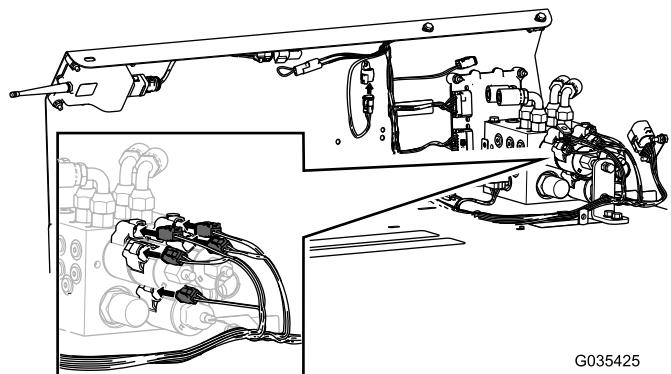
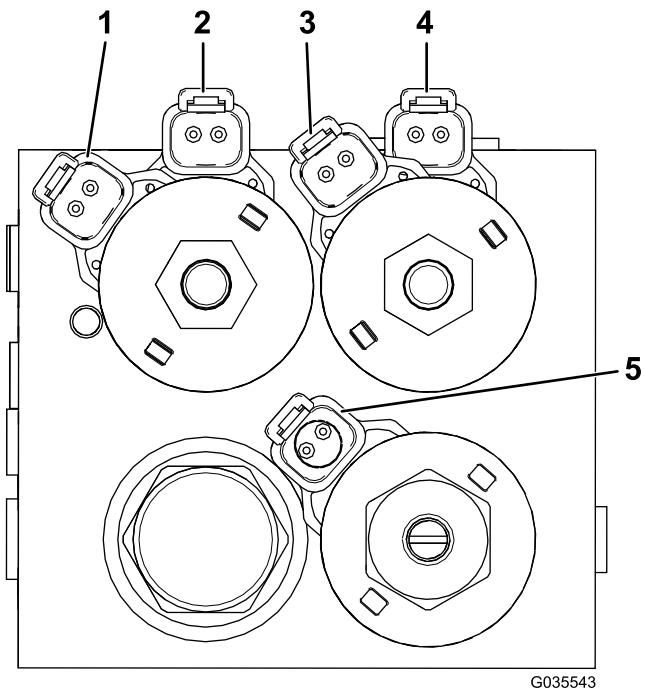

図 16
図 17
8. 5個のハーネスコネクタを、油圧ブロックの対応箇所に接続する 図 16 と 図 17 を参照。